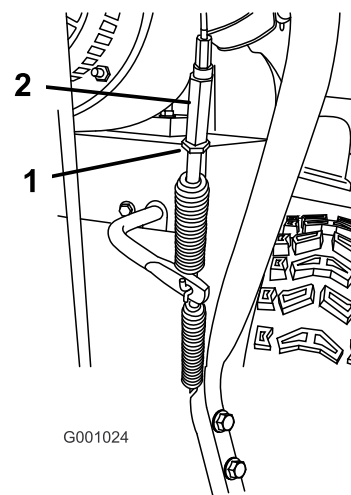

Figura 37
1. Afloje la contratuerca (Figura 37).
2. Afloje o apriete el tensor que ajusta la tensión del cable (Figura 37).